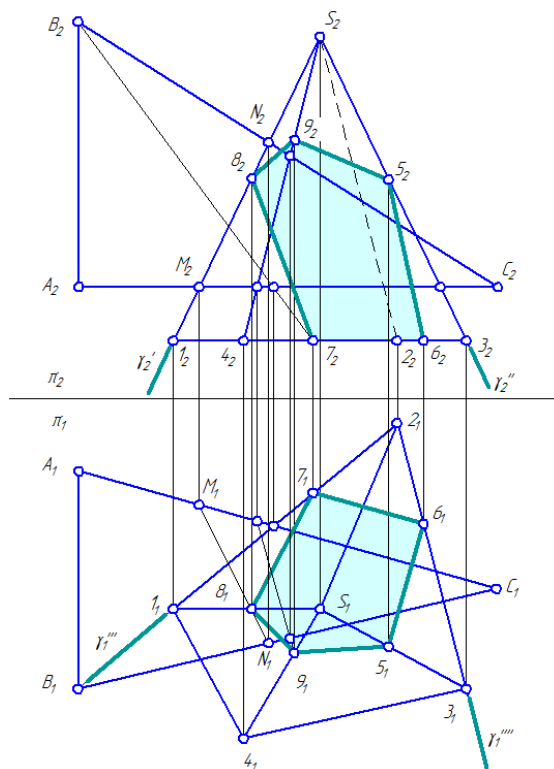

Рисунок 5.2.4 – Построение сечения
1) Построить горизонтальные и фронтальные проекции пирамиды и $1234S$ и плоскости ΔABC (Рисунок 5.2.4);